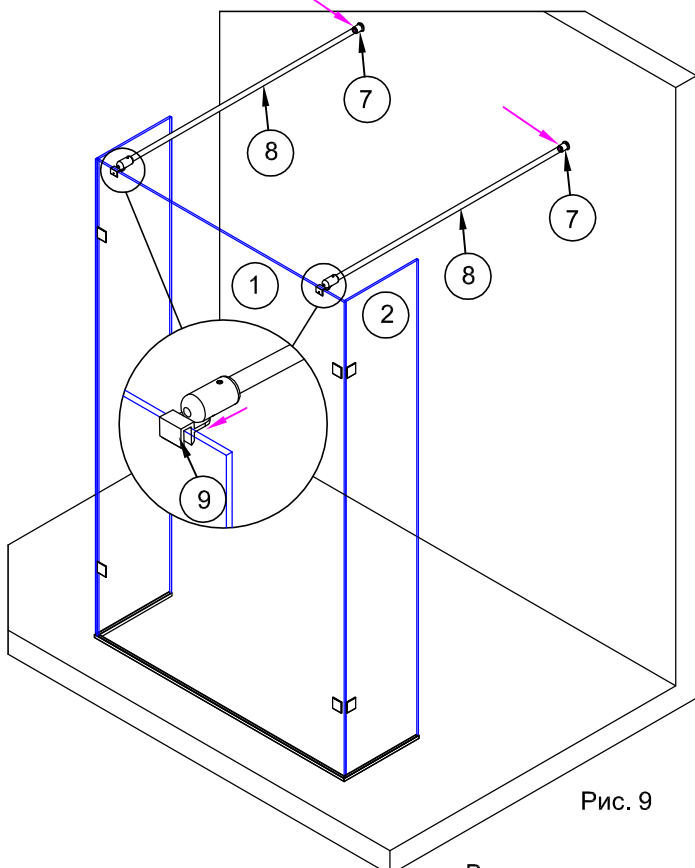

Рис. 9
3.6. Установить штанги в крепления штанга-стена №7. Крепления штанга-стекло №9 разместить на стекле №1 (рис.9). Зафиксировать крепления №9 на стекле, закрутив винты креплений шестигранным ключом (рис.9).
Выровнять вертикальное положение стекла панели. Зафиксировать положение штанг в креплениях №7, закрутив винты на креплениях шестигранным ключом (рис.9).